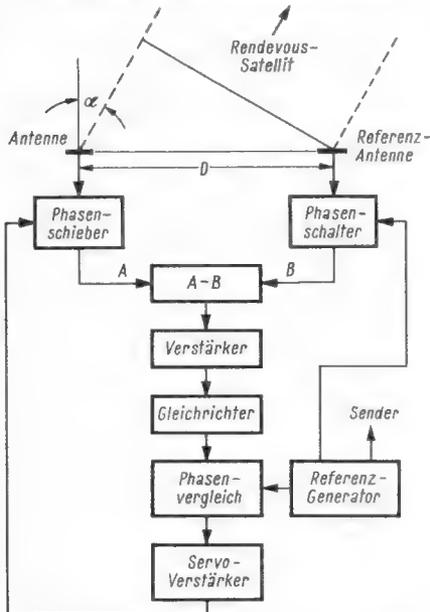

Bild 5. Blockschaltbild der Winkelmeßanordnung
Wenn die Entfernungsmessung und die Nachstimmung (AFC) des Überlagerungsozillators durchgeführt sind, beginnen die Winkelbestimmungen. Die Grundlage der Winkelmessungen bildet das Interferometerprinzip (Bild 5), d. h. es wird jeweils die Differenz des Abstandes des Rendezvous-Satelliten von der Referenzantenne (Bild 1) und einer der beiden anderen Empfangsantennen gemessen. Diese Entfernungsdifferenz bietet sich dar in Form einer Phasendifferenz der Signale beider Antennen.
Eine weitere interessante Lösung stellt die Form der Phasenmessung ( $\varphi_r$ ) dar. Die Genauigkeit der Messung hängt weitgehend vom Auflösungsvermögen des in Kanal A (Bild 5) eingezeichneten Phasenschiebers ab. Mit seiner Hilfe wird ein Phasennullabgleich vorgenommen. Daneben ist aber, wie aus Gleichung (2) hervorgeht, das Verhältnis Winkel- zu Phasen-Meßfehler umgekehrt